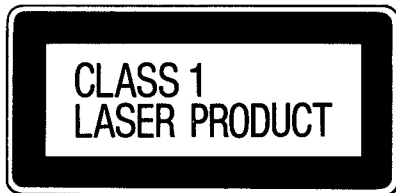

Fig. 1, Abb. 1
- A "CLASS 1 LASER PRODUCT" label is affixed to the bottom of the player. (Fig. 1)(Fig. 2)
- Une étiquette "CLASS 1 LASER PRODUCT" est apposée au fond du lecteur. (Fig. 1)(Fig. 2)
- Auf der Unterseite des Geräts befindet sich ein Aufkleber mit den Worten "CLASS 1 LASER PRODUCT" (Produkt der Laser-Klasse 1). (Abb. 1)(Abb. 2)
- En la parte inferior del reproductor se ha fijado una etiqueta con la inscripción "CLASS 1 LASER-PRODUCT". (Fig. 1) (Fig. 2)
- Varningsetiketten om "CLASS 1 LASER PRODUCT" återfinnes på apparatens undersida. (Fig. 1)(Fig. 2)
- En merkelapp med påskriften "CLASS 1 LASER PRODUCT" er festet til spillerens underside. (Fig. 1)(Fig. 2)
- Een "CLASS 1 LASER PRODUCT" (klasse 1 laserprodukt) sticker is aangebracht aan de onderkant van de compact diskspeler. (Fig. 1)(Fig. 2)
- Sul fondo del lettore è affissa una etichetta "CLASS 1 LASER PRODUCT". (Fig. 1) (Fig. 2)
- Soittimen pohjassa on merkintä "CLASS 1 LASER PRODUCT". (Fig. 1) (Fig. 2)